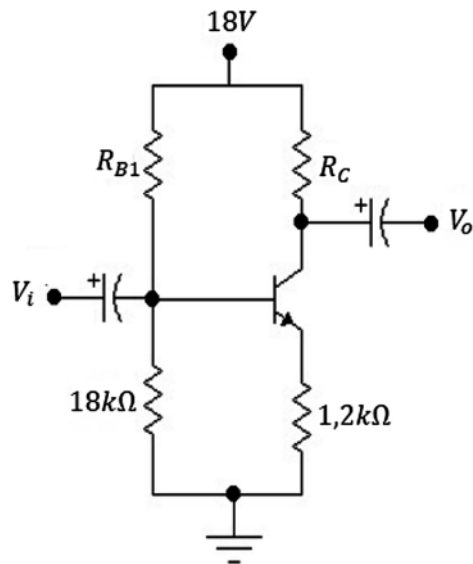

Figura 4.54 Ejercicio de aplicación. Fuente: Elaboración propia
j) En el circuito de la figura 4.54, dados $I_C = 2\text{mA}$, $V_{CE} = 10\text{V}$, hallar R_{B1} , R_C .